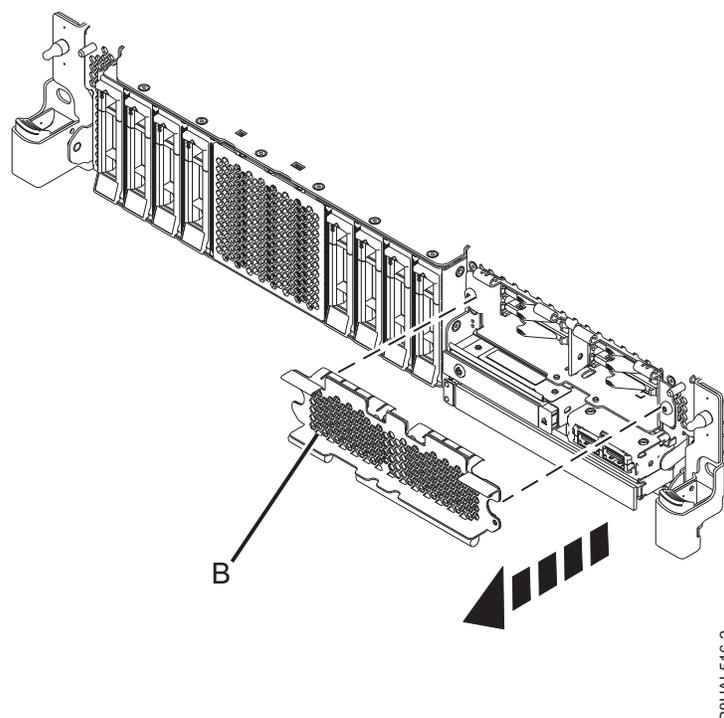

Figure 42. Retrait du cache du compartiment SSD pour accéder aux emplacements SSD d'un système à fonction étendue
10. Pour accéder aux emplacements SSD, retirez le cache perforé **(B)** qui obstrue le compartiment SSD comme illustré dans la figure 42.